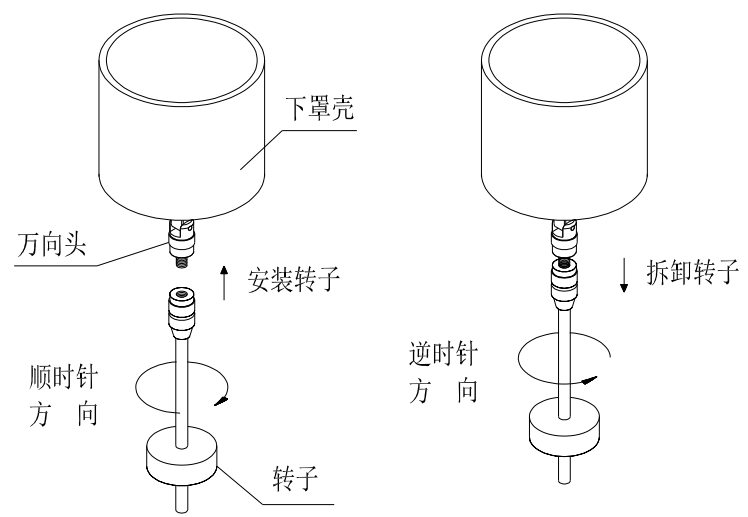

Fig. 13
5. 因转子与万向接头的连接为左螺纹，在装卸转子时请切记旋转方向（按图 13 所示），以免损坏万向接头。